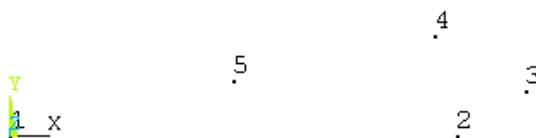

图10.9 生成的关键点
(5) 重复(4)的操作，共定义5个关键点：(0, 0, 0)、(2, 0, 0)、(2.3, 0.2, 0)、(1.9, 0.45, 0)和(1, 0.25, 0)。得到如图 10.9 所示的模型。